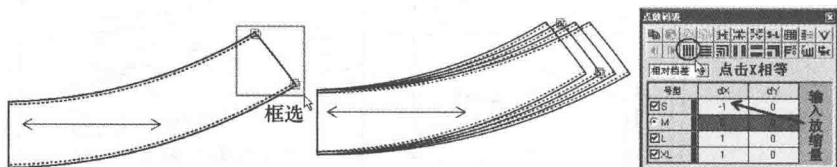

图5-32 前左腰头放缩效果图
(2) 用 【选择纸样控制点】工具框选前左腰头的一端, 在【横向放缩】栏输入放缩量 -1cm, 然后点击 X 相等(图 5-32)。